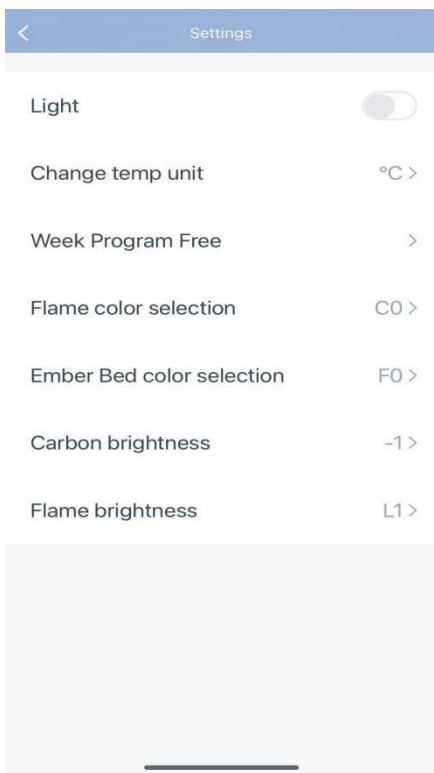

figura 9
- 4.8. Premere il pulsante di impostazione per accedere alle opzioni “Programma settimanale libero”, “Selezione colore fiamma”, “Selezione colore letto braci”, “Luminosità carbone”, “Luminosità fiamma”, come mostrato nella figura 9.